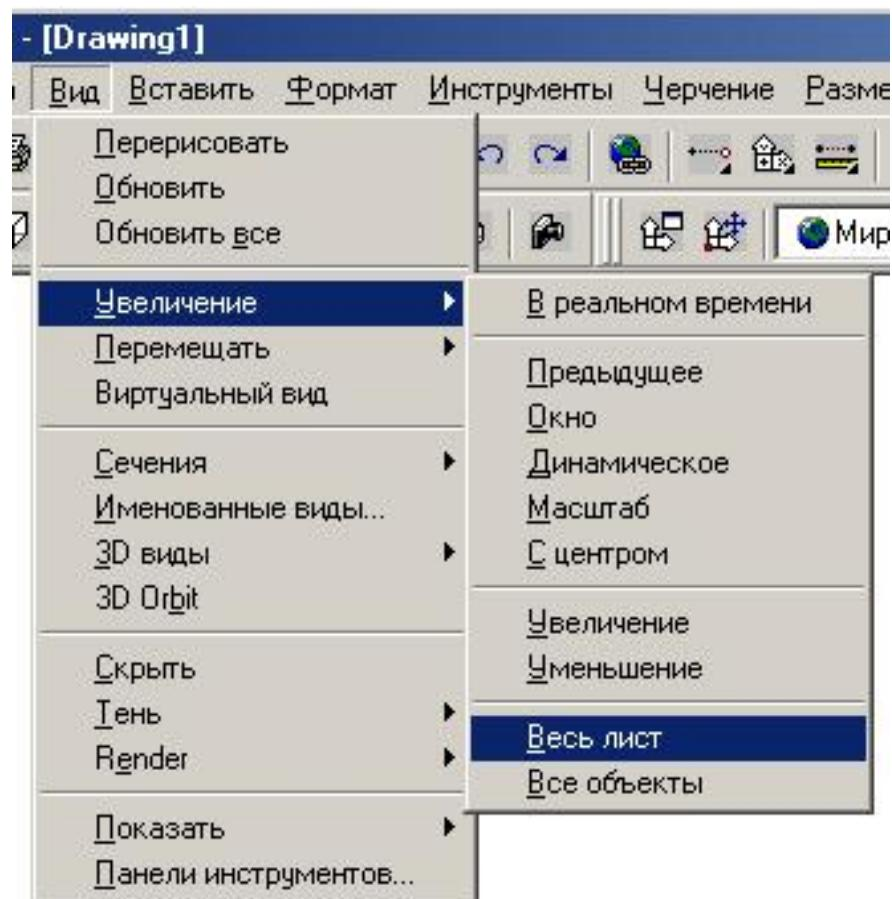

Рис. 6
- Покажите всю область черчения: **Вид/Увеличение/Весь лист (View/Zoom/All)** (рис. 6).